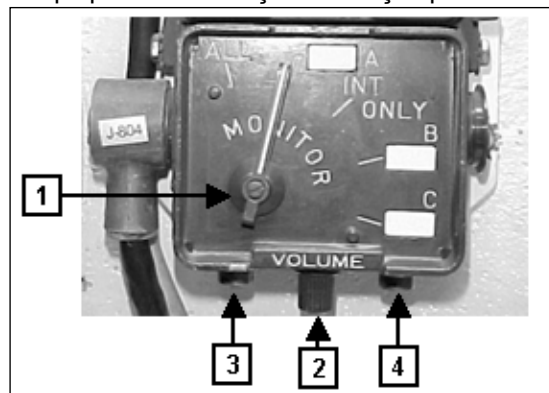

Fig 8-46. Controlador secundário EB11-KO20/ERC
(1) Descrição - O EB11-KO20/ERC proporciona a ligação entre o conjunto rádio e os acessórios de áudio empregados pelo comandante e membros da guarnição. Todos os componentes e conectores estão na parte externa. Os conectores de alimentação e de controle estão localizados nos lados. Os conectores de áudio e um controle de VOLUME estão localizados na parte de baixo. Nos lados há furos vedados que permitem que um que um C-2742/VRC seja montado acima do EB11-KO20/ERC. O fundo do EB11-KO20/ERC é fechado por uma tampa com junta de vedação que é presa por quatro parafusos cativos. A tampa possui duas alças de fixação para instalação. (Fig 8-46)